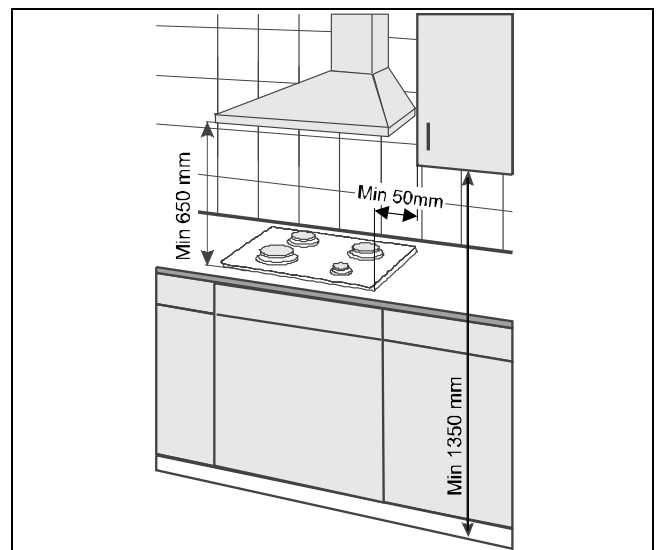

Fig.3
4. Por encima del aparato debe haber un espacio libre para la evacuación de vapor evitando efectos de cocción. La distancia entre la campana extractora y la placa deberá ser de  $650 \text{ mm}$  como mínimo (fig. 3).
5. Está prohibido colgar armarios de cocina directamente por encima de la placa. La distancia mínima entre los bordes laterales de la placa y los bordes laterales de los armarios de cocina será de  $50 \text{ mm}$  como mínimo (fig. 3).